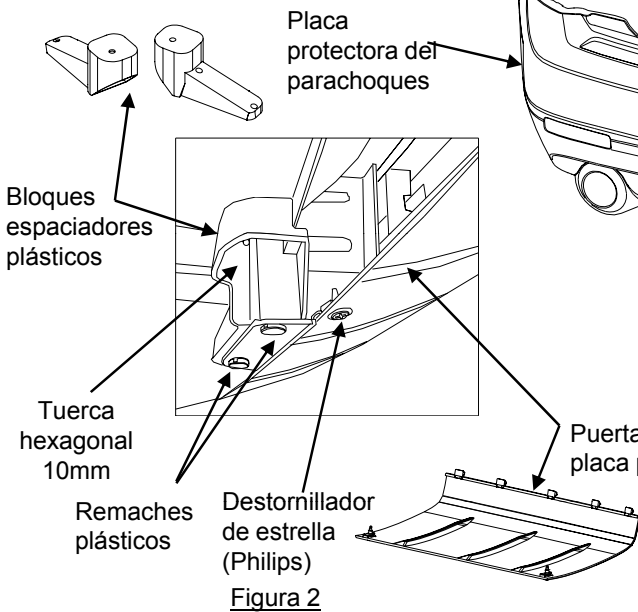

Figura 2
①	Cant. (6)	Perno hexagonal M12X1.75X40 CL8.8
②	Cant. (6)	Arandela cónica 1/2"
1. Retire la puerta de la placa protectora de la placa protectora del parachoques con un destornillador de cabeza de estrella (Philips) (2 tornillos). Retire los (4) remaches plásticos que sujetan las lengüetas de la placa protectora al bloque espaciador plástico. Nota: Retire el centro del remache con un destornillador halando primero el poste central del remache. El remache se puede empujar hacia afuera a mano. Los remaches de deben reinstalar. Devuelva la cubierta de la placa protectora plástica al propietario del vehículo. Vea la Figura 2.